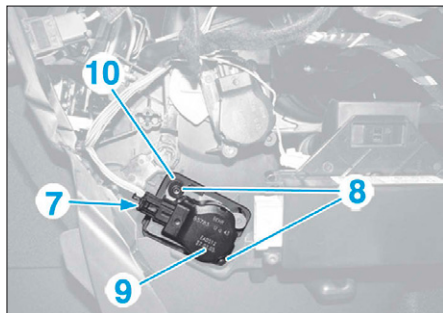

FIG. 29
- Débrancher le connecteur (7) (Fig.29).
- les vis (8),
- le servomoteur de volet de mixage (9) muni de la platine (10).